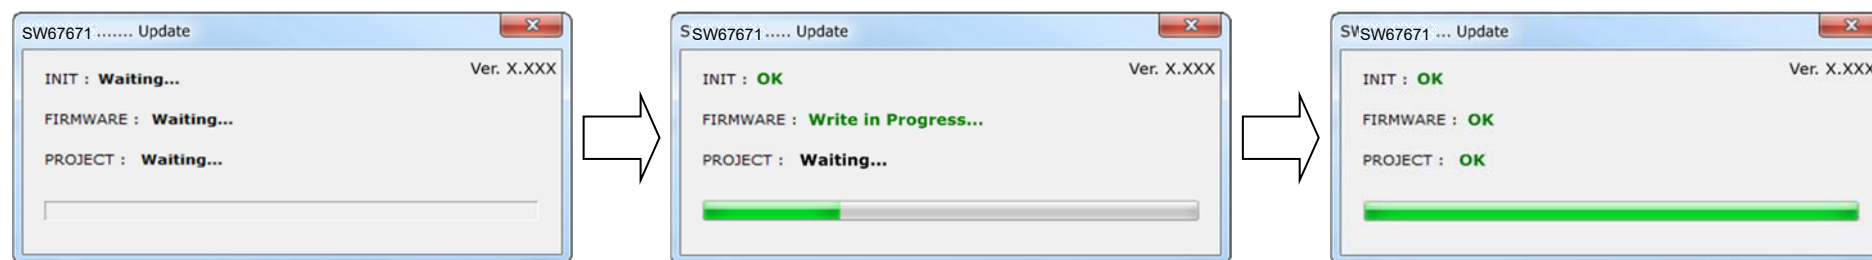

Abb. 20: Updatevorgang
- Nach erfolgreichem Updatevorgang (Abb. 20), schalten Sie das Gerät aus.
- Nach erfolgreichem Updatevorgang (Abb. 20), läuft das Gerät automatisch mit den neuen Parametern im RUN-Modus weiter.